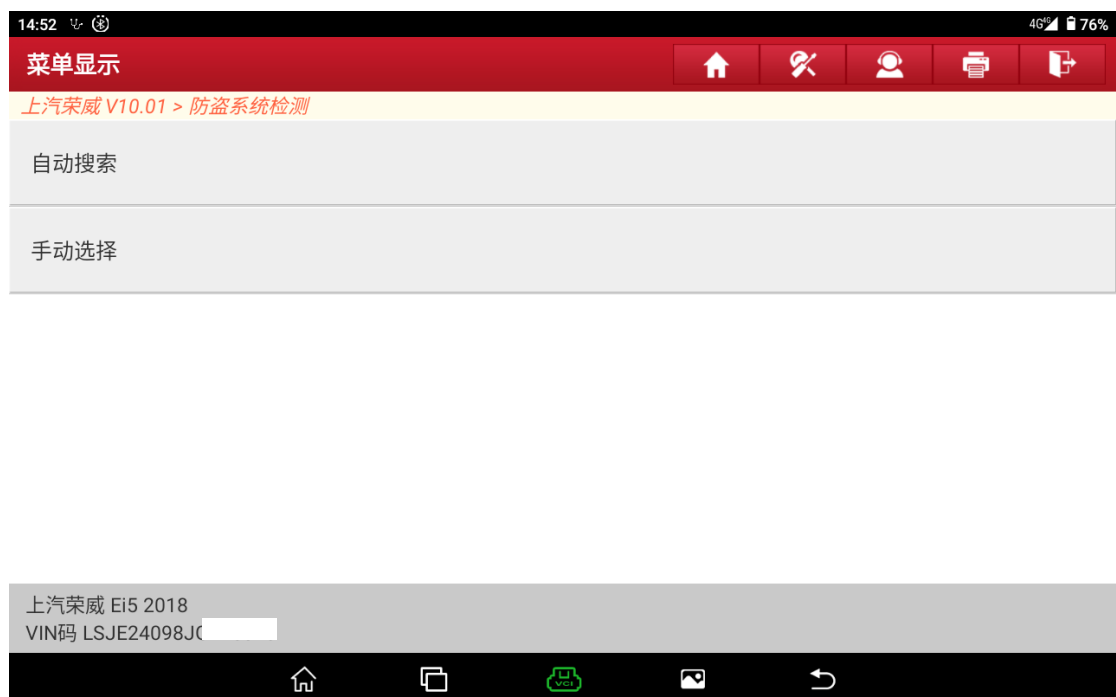

图 23
8. 完成 BCM 更换之后退回到主菜单并选择【防盗系统检测】->【自动搜索】并确认自动搜索到的车型是否正确（图 23、图 24、图 25）